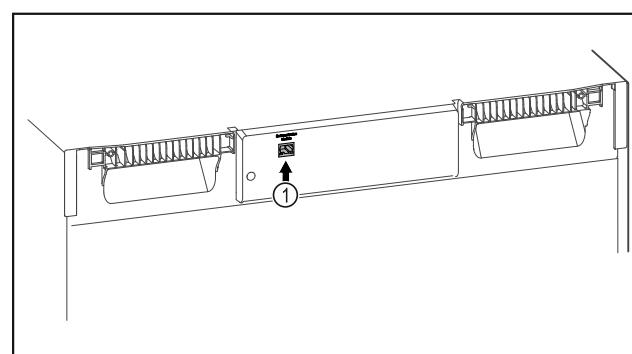

Fig. 140
- ❑ To SmartModule Fig. 140 (1) χρησιμοποιείται.